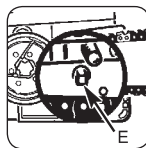

Рис. 3J
9. Проверьте, находится ли ведущий элемент (Е) в отверстии для регулирования шины (Рис. 3J).